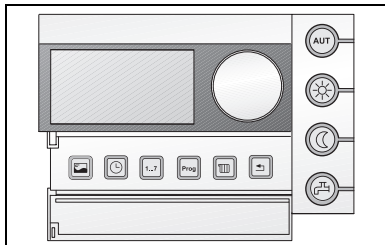

Fig. 21 Unità di servizio RC30
- Eseguire le impostazioni sull'unità di servizio (ad esempio RC30, v. fig. 21). Si consiglia di verificare/regolare quanto segue: